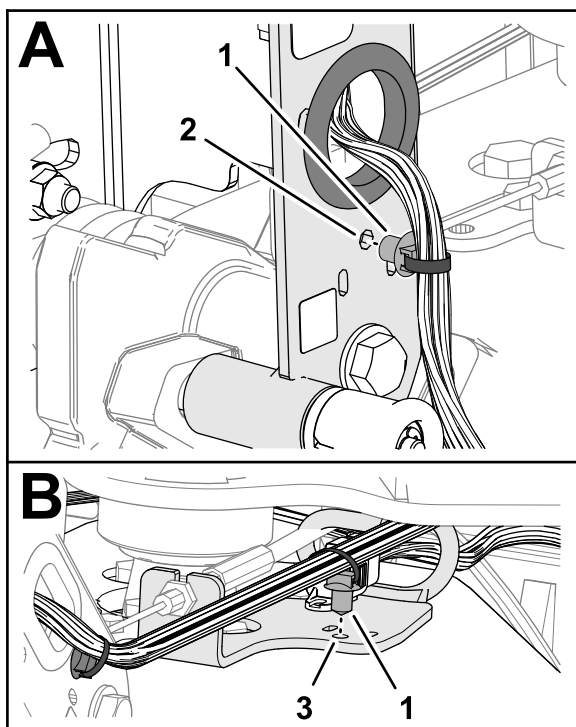

**Figura 10**
4. Inserite l'ancoraggio a spinta del cablaggio preassemblato della macchina nel foro del canale della maniglia (**Figura 10**).